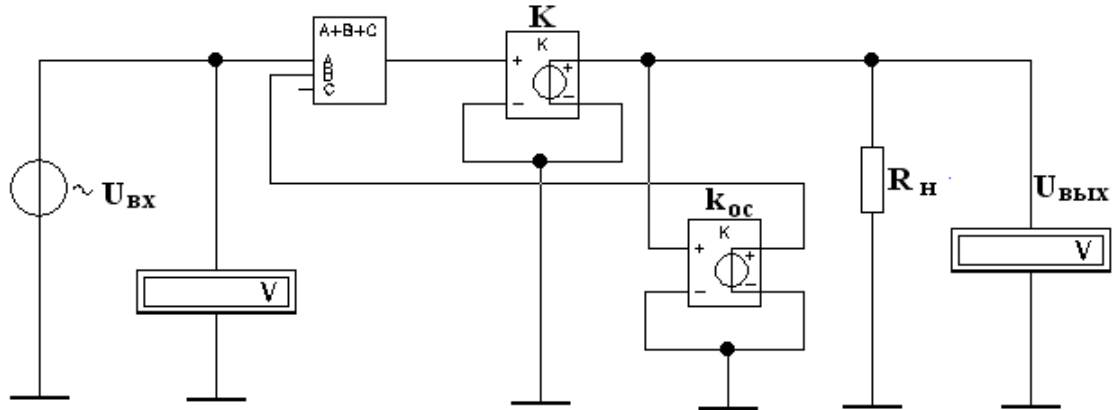

Рис.3.11. Схема усилителя с обратной связью, параллельной по напряжению
2. Построить на экране схему (рис.3.11) с использованием моделирующей программы Electronics Workbench (или иной). Краткая справка по применению моделирующей программы представлена в задании 3.1;